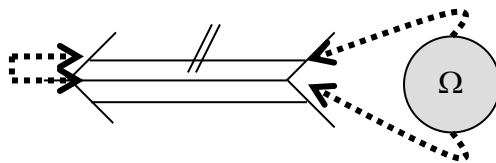

Figure 3
- on se sert d'un conducteur pour assurer le retour (ce qui revient à contrôler les 2 conducteurs) : **figure 3**.